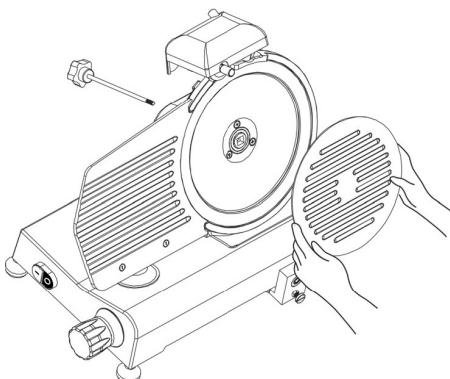

Fig. 4 – Démontage de la plaque couvre-lame
- Retirez la protection du lame en dévissant la gouille située à l'arrière de l'appareil (voir Fig. 4).